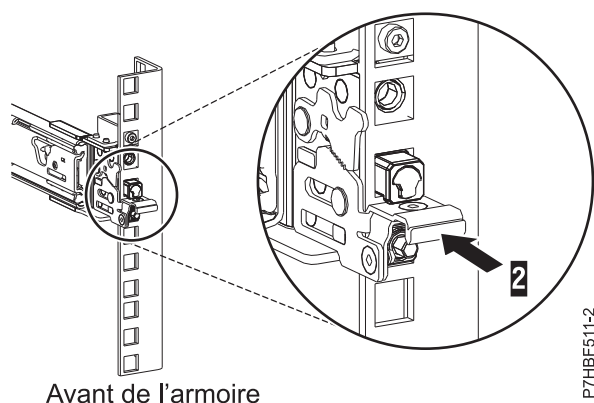

Figure 23. Loquet installé sur la glissière avant de l'armoire
7. Lorsque vous tirez la glissière vers l'avant, vérifiez que les trois broches traversent les trous d'armoire, puis insérez complètement le taquet avant **(2)**. Pour plus de détails, voir figure 23.